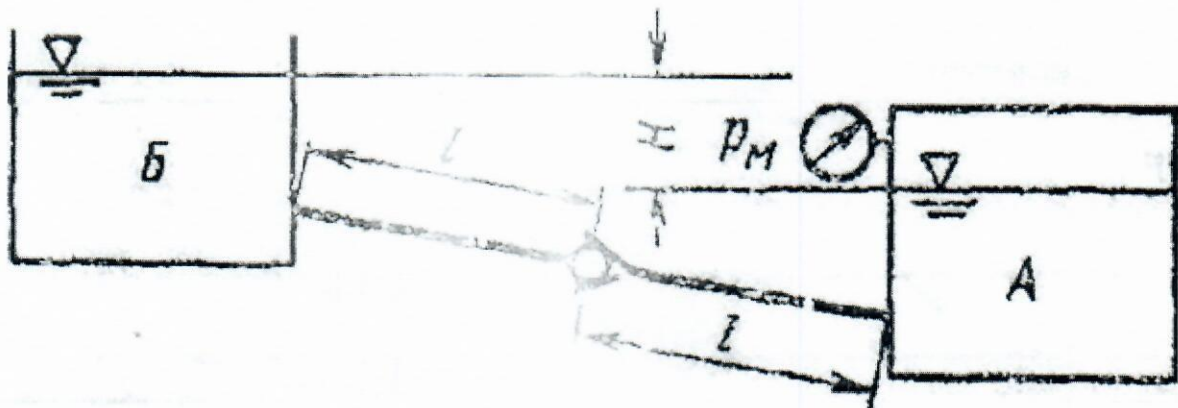

Рис. 1. Гидравлическая схема подачи жидкости из закрытого резервуара в открытый
1. Определить значение манометрического давления P_M на поверхности жидкости в закрытом резервуаре **А** (рис. 1) для того, чтобы обеспечить подачу жидкости **Ж** при расходе Q и температуре 20°C в открытый резервуар **Б**.